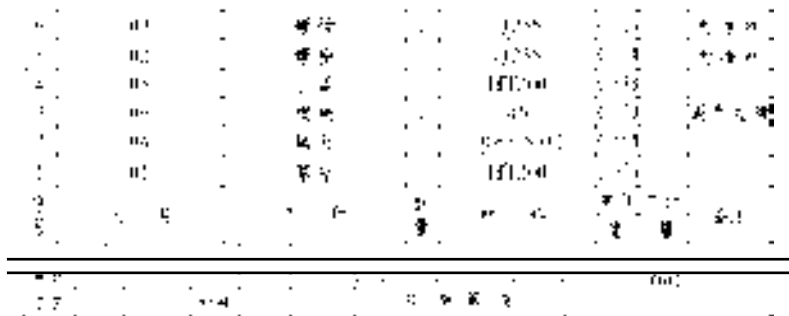

图 8.4.7 添加备注
Step4. 双击“备注”列的单元格 (除重复区域), 系统弹出“注解属性”对话框, 在其中输入图 8.4.7 所示的备注文本后单击 **确定** 按钮, 结果如图 8.4.7 所示。